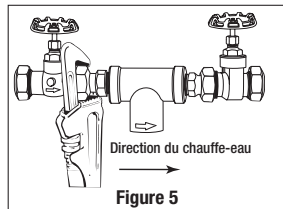

Figure 5
- Bien resserrer tous les écrous de serrage, en maintenant le module de tête de l'AP430SS à la verticale. (figure 5).